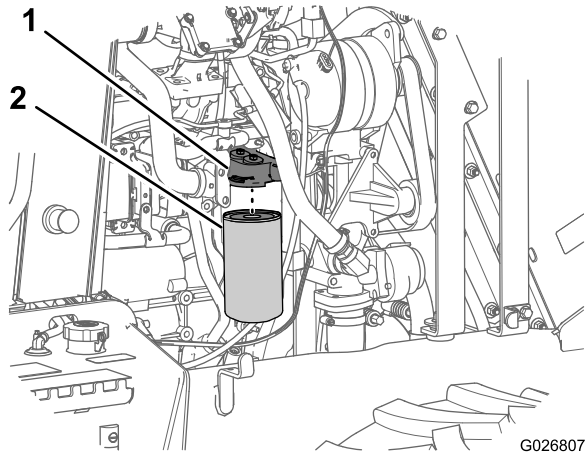

Bild 71
2. Stellen Sie eine Auffangwanne unter den Ölfilter (Bild 71).
3. Drehen Sie den Ölfilter nach links und nehmen Sie ihn ab (Bild 71).
7. Fluchten Sie den neuen Ölfilter mit dem Ölfilterkopf aus und drehen Sie den Filter nach rechts, bis die Dichtung des Ölfilters den Ölfilterkopf berührt (Bild 71).
8. Ziehen Sie den Ölfilter um eine weitere 3/4 bis ganze Umdrehung mit der Hand an (Bild 71).